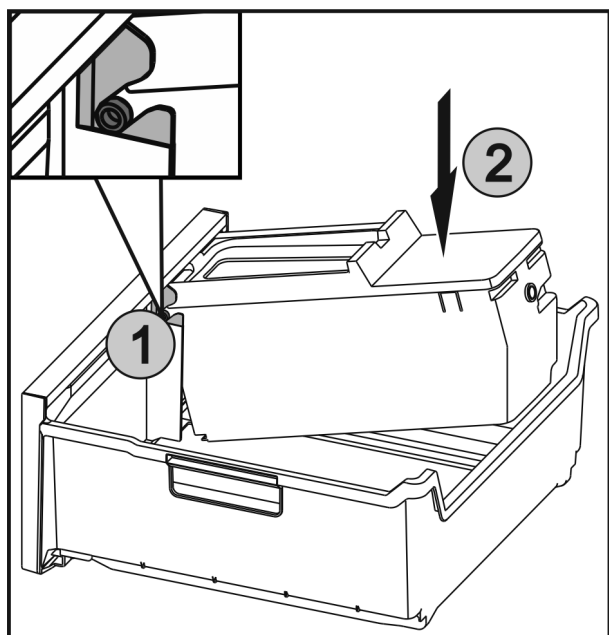

Fig. 53
- ▶ De assen Fig. 53 (1) van EasyTwist-Ice in de geleidingen schuiven en de achterste zijde Fig. 53 (2) erin drukken tot de lip vergrendelt.